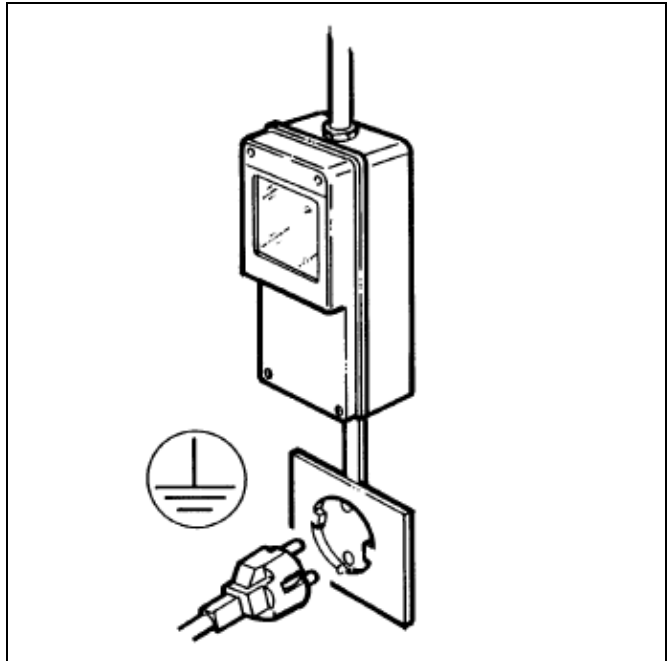

Fig. 21
- Accertarsi che il collegamento sia effettuato ad un impianto dotato di un efficace messa a terra come previsto dalle vigenti normative di sicurezza (fig.21). Il costruttore non può essere quindi considerato responsabile per eventuali danni causati dalla mancata messa a terra dell'impianto.
- È indispensabile, per una corretta e sicura installazione, predisporre un'apposita presa comandata da un interruttore magnetotermico con distanza d'apertura dei contatti uguale o superiore a 3mm, conforme alle vigenti normative nazionali di sicurezza (fig.21).